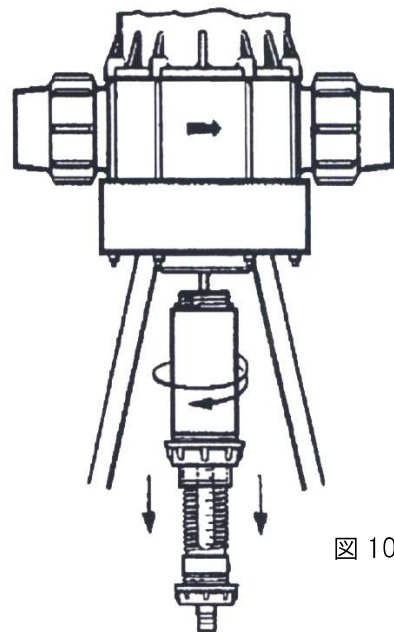

図 10
- インジェクションアセンブリのねじを緩めて取り外します。(図 10)